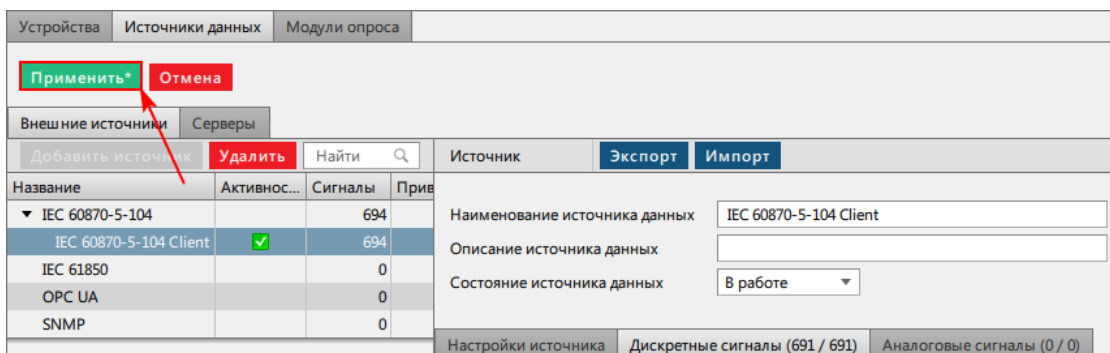

Рисунок 182 - Сохранение результата
12. Нажмите **Применить** (Рисунок 182).